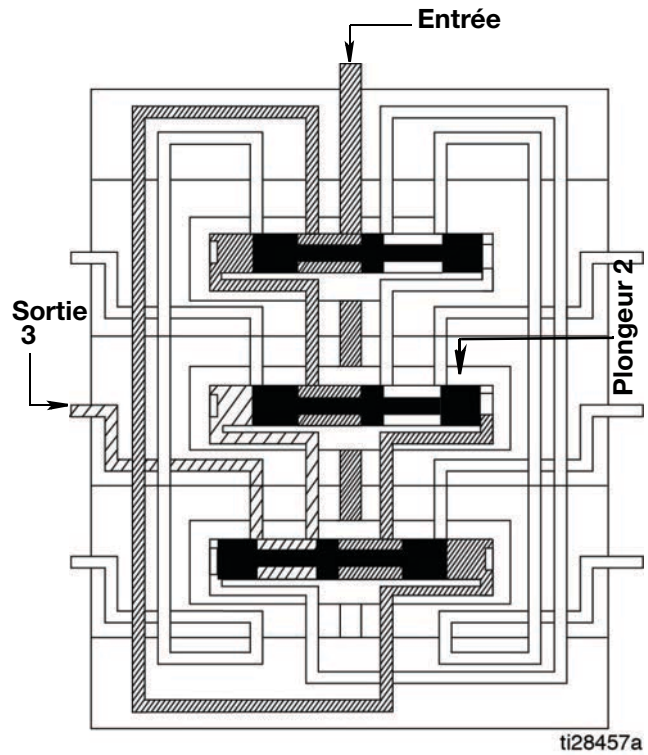

FIG. 14
2. Le plongeur 2 s'ouvre en fournissant du lubrifiant à la sortie 3 (FIG. 14).